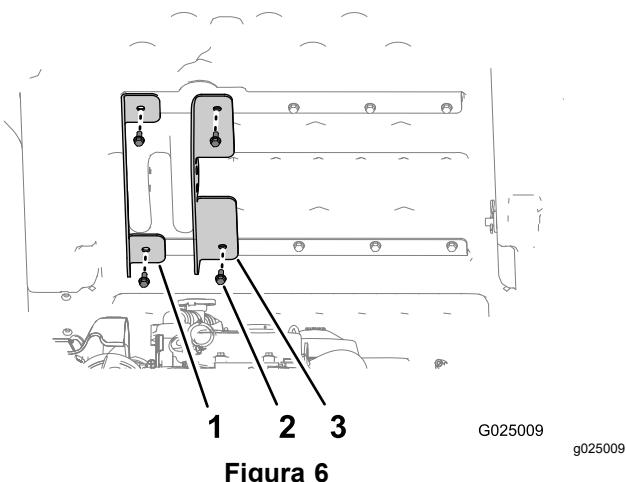

Figura 6
3. Alinhe o suporte de elevação exterior (o suporte com as flanges curtas) com os orifícios exteriores das travessas superior e inferior da plataforma (Figura 6).
4. Prenda o suporte de elevação exterior à plataforma utilizando 2 parafusos que removeu no passo 1, e aperte os parafusos com a mão (Figura 6).
5. Alinhe o suporte de elevação interior (o suporte com as flanges compridas) com os orifícios interiores das travessas superior e inferior da plataforma (Figura 6).
6. Prenda o suporte de elevação interior à plataforma utilizando 2 parafusos que removeu no passo 2, e aperte os parafusos com a mão (Figura 6).
8. Aperte os 4 parafusos ($5/16 \times \frac{3}{4}$ pol.) que prendem os suportes de elevação interior e exterior à plataforma (Figura 6) com 15 a 16,6 N·m.